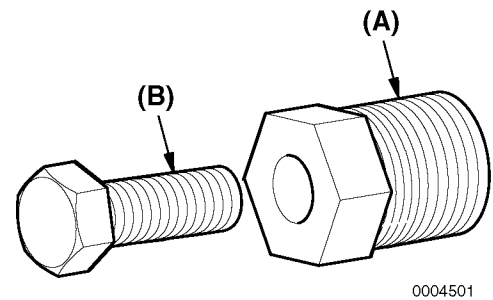

Figura 16
2. Instale o extractor (Figura 16, (A)) na hélice.
3. Gire o macaco de rosca (Figura 16, (B)) no sentido dos ponteiros do relógio para remover a hélice do corpo da bomba.